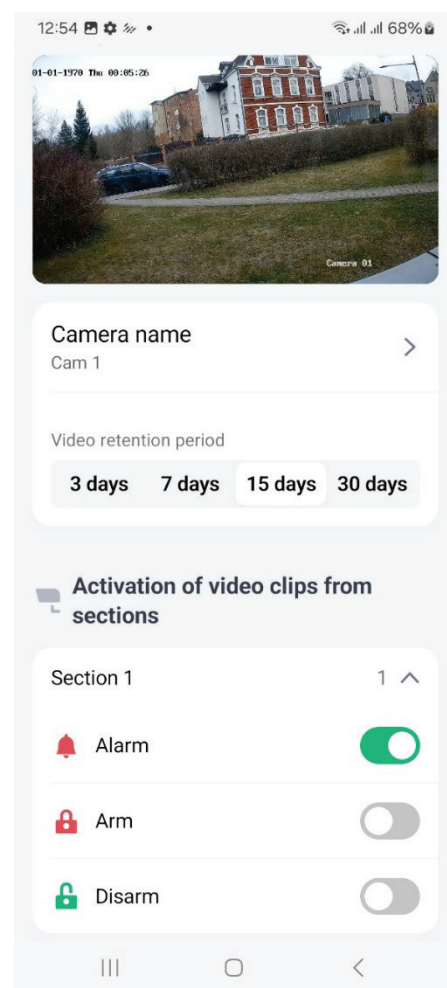

Рис. 5: Настройки потока
7. Откроется список подключенных камер, в котором можно просмотреть детали камеры с дополнительными настройками, см. ниже (рис. 5 и 8).